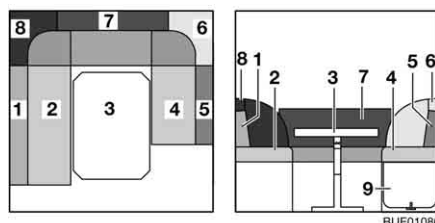

Fig. 107 Prima della trasformazione
- Trasformare il tavolo (Fig. 107,3) in struttura di supporto letto (vedi paragrafo 6.12).
- Sbloccare la prolunga del cassone letto (Fig. 107,9) e ribaltarla verso l'alto.